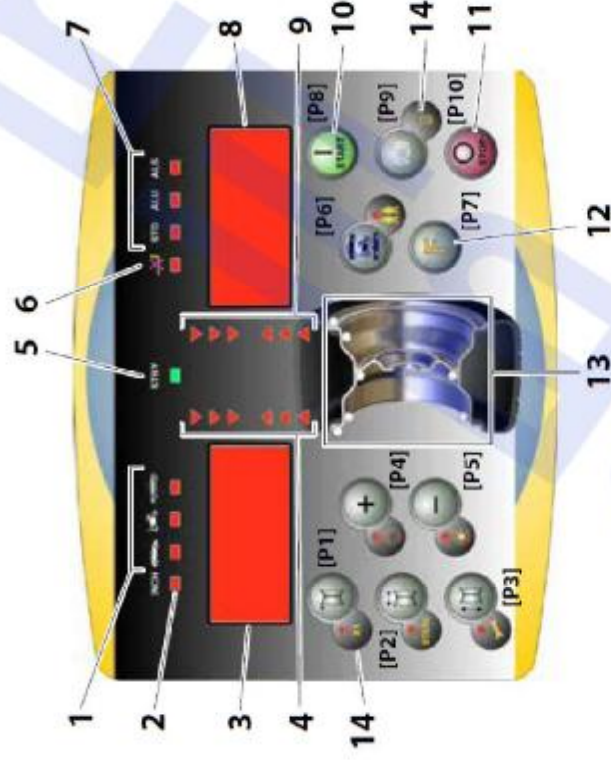

Рисунок 1 – Панель управления
Панель управления стенда представлена на Рис.1. Панель управления позволяет оператору давать команды и вводить или изменять данные. Дисплеи панели управления отображают результаты балансировки и сообщения стенда. Функции различных участков панели управления описаны в таблице Т1. Задняя часть панели управления содержит CPU-C1 электронный пульт управления, который собирает, обрабатывает и отображает данные.
- Тип программы - Светодиод [7]. См. рисунок 1.
- Вес Дисбаланса - Светодиод [13]. См. рисунок 1.